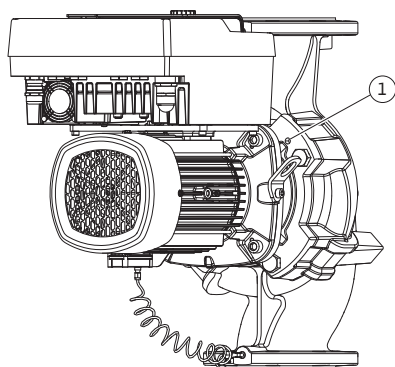

Fig. 14: Borttryckning av instickssatsen via gänghålerna (beroende på pumptyp)
5. Lossa instickssatsen (se Fig. 5) från pumphuset. Beroende på pumptyp (se Fig. I ... III) finns det olika tillvägagångssätt: På pumptyp Fig. I skall skruvarna på pos. 29 lossas. Tryck bort instickssatsen från pumphuset. På pumptyperna Fig. II och Fig. III skall de två gänghålerna (Fig. 14, pos. 1) användas. Använd därmed lämpliga skruvar som tillhandahålls på plats (t.ex. M10 x 25 mm).
5. Tryck bort instickssatsen (se Fig. 5) från pumphuset. Använd de två gänghål (se Fig. 14) för detta. Skruva in M10-skrivar av lämplig längd i gänghålen för att lossa fästet.
7. Lossa de två fastsittande skruvarna på skyddsplattan (Fig. II, pos. 27) och ta bort skyddsplattan.
8. För in en blocknyckel med nyckelvidd på 27 mm i lanternans öppning och håll fast axeln mot nyckelytorna (Fig. II, pos. 16). Skruva ur pumphjulsmuttern (Fig. II, pos. 22). Lossa pumphjulet (Fig. II, pos. 21) från axeln med en avdragare.
9. Lossa differenstrycksgivarens hållplatta (Fig. I, pos. 13) från motorflänsen genom att lossa skruven (Fig. II, pos. 10). Låt differenstrycksgivaren (Fig. I, pos. 8) med hållplatta (Fig. I, pos. 13) hänga på tryckmätningssledningarna (Fig. I, pos. 7). Koppla vid behov från differenstrycksgivarens anslutningskabel i elektronikmodulen.
10. Lossa skruvarna (Fig. II, pos. 10 och pos. 10a).
11. Lossa lanternan från motorcentreringen med en tvåarmsavdragare (universalavdragare) och dra bort den från axeln. Den mekaniska tätningen (Fig. I, pos. 25) tas bort samtidigt. Se till att lanternan inte hamnar snett.
12. Om den mekaniska tätningen har skadats trycker du ut motringen (Fig. I, pos. 26) ur fästet i lanternan. Placera en ny motring i lanternan.